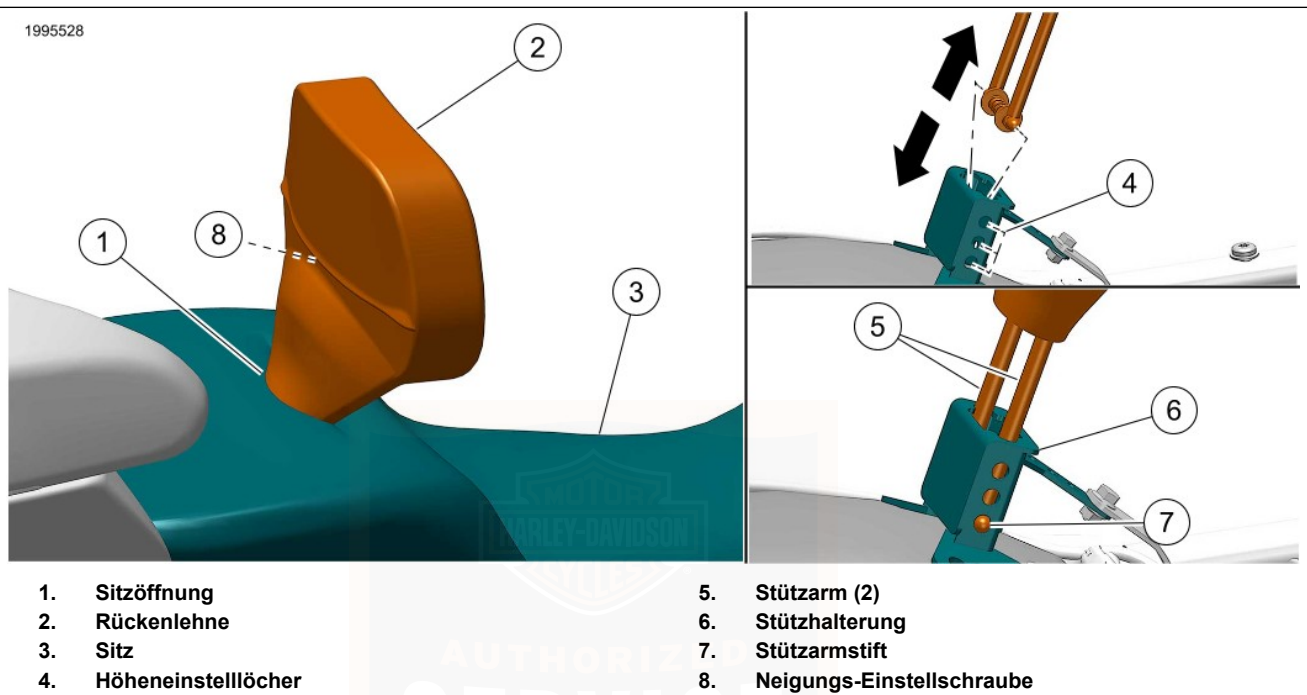

Abbildung 82. Fahrerrückenlehne
Siehe Abbildung 82. Der Sitz wurde zur besseren Übersichtlichkeit auf der rechten Seite der Abbildung entfernt.
1. Siehe Abbildung 82. In die Sitzöffnung (1) greifen und die Rückenlehnen-Stützarme (5) ausfindig machen.
2. Die Stützarme zusammendrücken, bis die Stützarmstifte (7) die Höhenverstelllöcher (4) in der Stützhalterung (6) passieren.
1. Siehe Abbildung 82. Die Rückenlehnen-Stützarme (5) zusammendrücken.
2. Die Arme in die Sitzöffnung (1) und in die Stützhalterung (6) absenken.
3. Wenn sich die Stützarmstifte (7) auf Höhe der gewünschten Höhenverstelllöcher (4) befinden, die Arme loslassen.
Siehe Abbildung 82. Die Neigungseinstellschraube (8) auf der Rückseite der Rückenlehne unter der Polsterung ausfindig machen. Mit einem T-40 Torx-Schlüssel die Schraube lösen, verstellen und anziehen, um den Rückenlehnenwinkel passend für den Fahrer einzustellen.